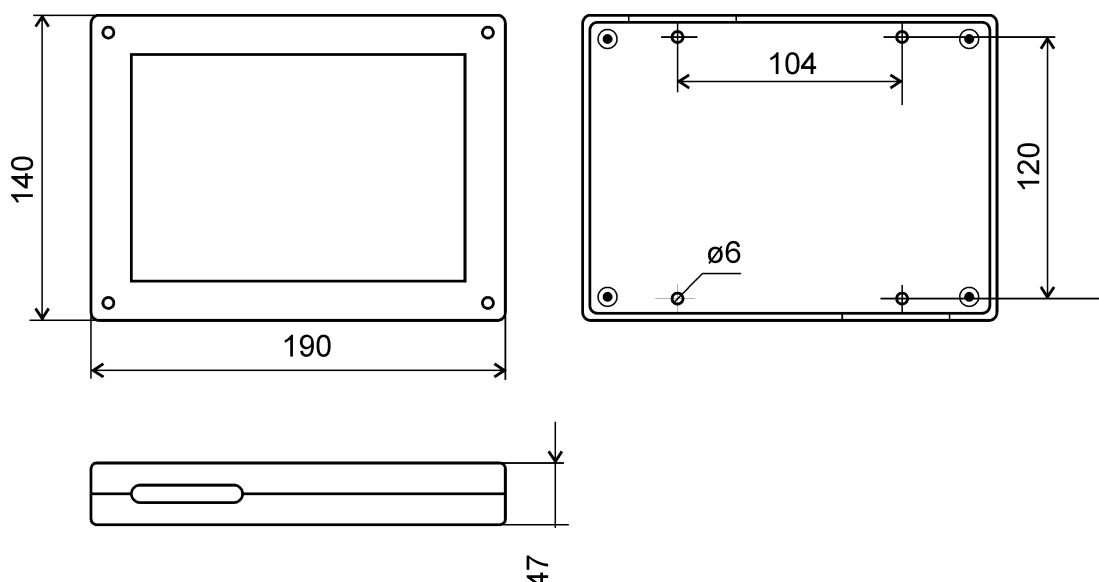

Рисунок 18
СФ-АР5004 поставляется в пластмассовом корпусе (рис.18). Корпус имеет съемную крышку, которая крепится с помощью четырех винтов. На задней стороне корпуса расположены 4 отверстия для крепления к стене. На торцах корпуса имеются монтажные отверстия.
- б) В соответствии с шаблоном на рис.18 установите модуль на стене. Установка модуля должна производиться на капитальной стене или перекрытии в местах, защищенных от атмосферных осадков, механических повреждений и доступа посторонних лиц.